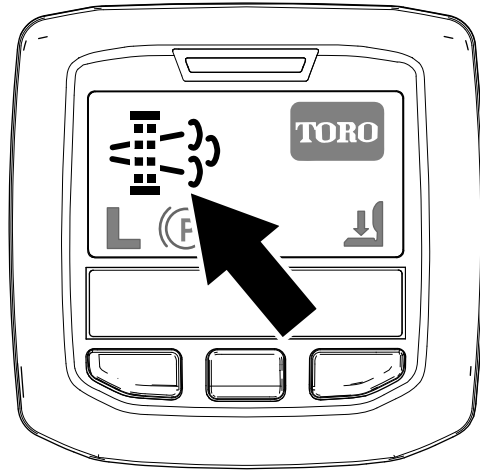

Bild 41
- Das Symbol für die geparkte Regenerierung wird im InfoCenter angezeigt (Bild 41).